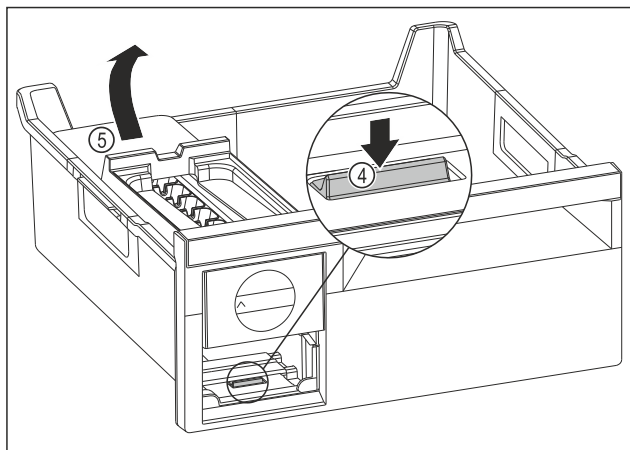

Fig. 121
- Vyjmutí korpusu EasyTwist-Ice: Lamelu Fig. 121 (4) zatlačte prstem směrem dolů a zároveň nadzvedněte druhou rukou korpus EasyTwist-Ice Fig. 121 (5) zezadu.